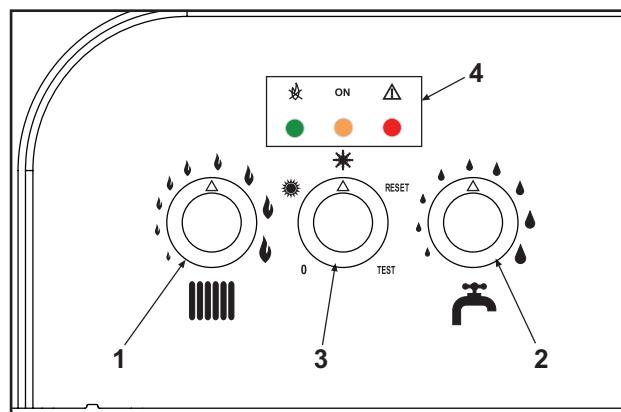

fig. 1
Durante o funcionamento normal, o controlo de diagnóstico da caldeira envia informações relativas ao estado da mesma através dos leds (4 - fig.1):
- rode o botão da água quente sanitária (ref. 2 - fig 1) para o mínimo (para o funcionamento com Metano) ou para o máximo (para o funcionamento com GPL)
- rode o botão do aquecimento (ref. 1 - fig. 1) para o mínimo e depois para o máximo